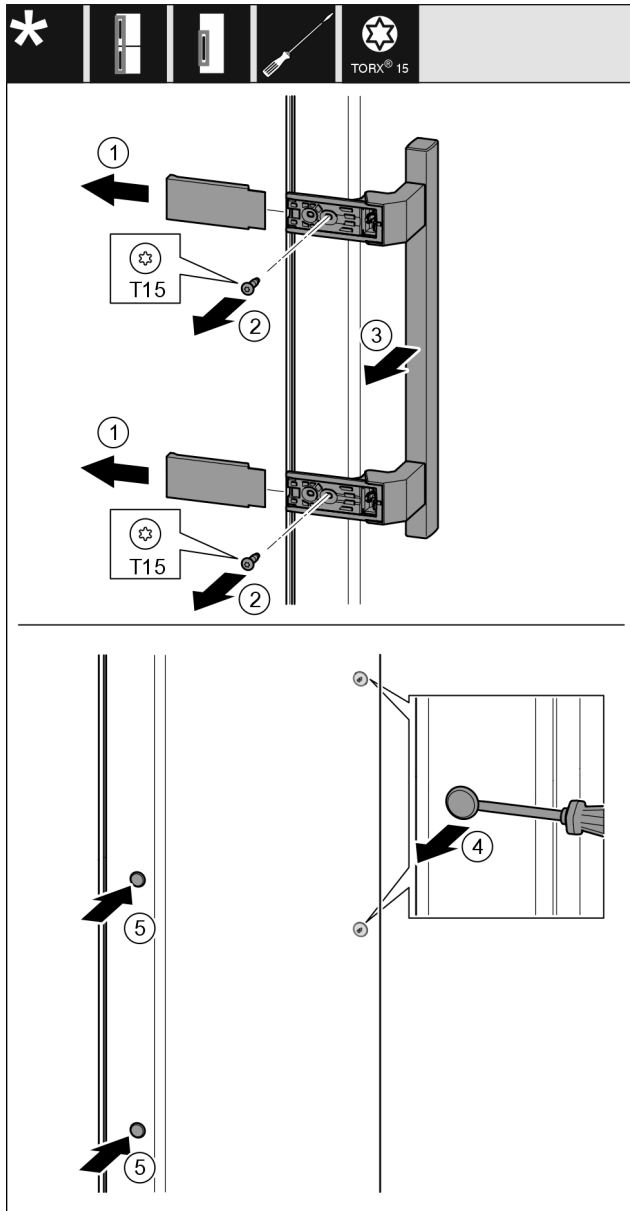

Fig. 19
- Afdekking Fig. 19 (1) wegtrekken.
- Schroeven Fig. 19 (2) met een schroevendraaier er uit draaien.
- Greep Fig. 19 (3) wegnemen.
- Til de zijplug voorzichtig Fig. 19 (4) op met een platte schroevendraaier en trek hem er uit.
- Plug Fig. 19 (5) aan de andere kant er weer insteken.